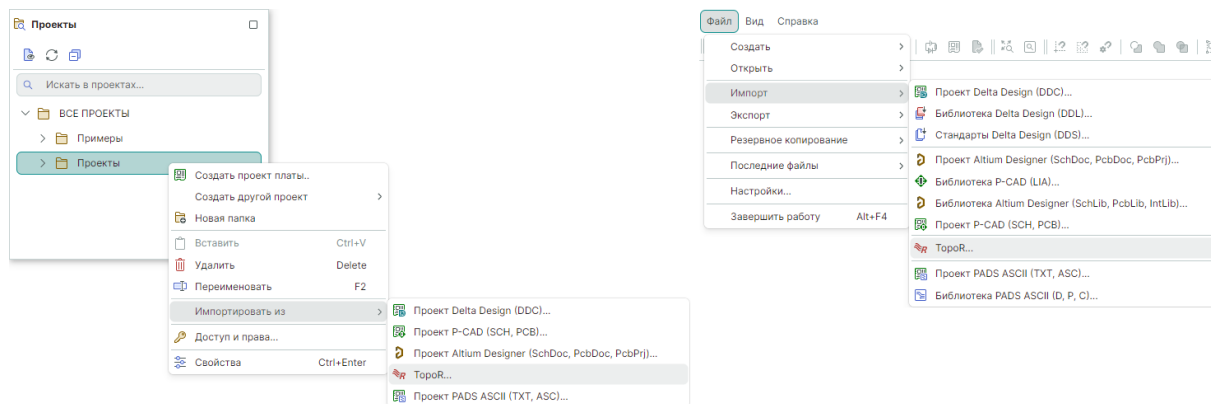

Рис. 64 Вызов импорта проекта платы из ТороR
1. Вызовите мастер импорта из главного меню → «Файл» → «Импорт» → «ТороR...» или с помощью контекстного меню, вызванного с любой папки панели «Проекты» → «Импортировать из» → «ТороR...», см. Рис. 64.